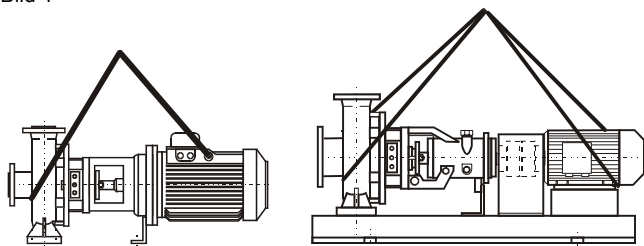
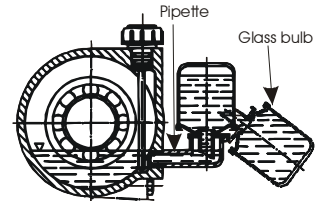

Bild 1: Transport
Bild 3: Öl
Heben und transportieren das Pumpen-Motor Aggregat, siehe das Bild 1
- wenn der Halter den Öler hat, drehen die Glasbirne um und gießen Sie Öl in die Pipette, bis sie das Niveau erreicht, wie im Bild 3 angezeigt: füllen Sie die Glasbirne und setzen Sie diese in die senkrechte Stellung. Prüfen Sie, daß das Niveau der Glasbirne konstant bleibt. Die Ölartern angezeigt in Bild 1 sind gültig für Temperaturen -10° und 120° C.